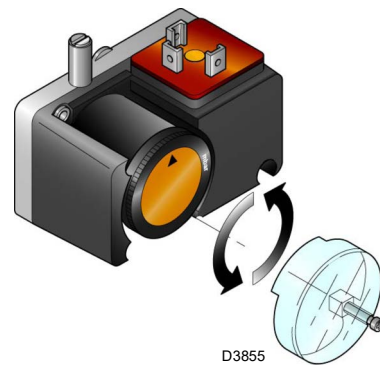

Abb. 29
- Den Mindest-Gasdruckwächter (Abb. 29 auf Seite 31) auf den Skalenanfangswert stellen.
Den Gas-Mindestdruckwächter (Abb. 29) nach erfolgter Einstellung des Brenners, der Gasventile und des Stabilisators der Gasarmatur einstellen.